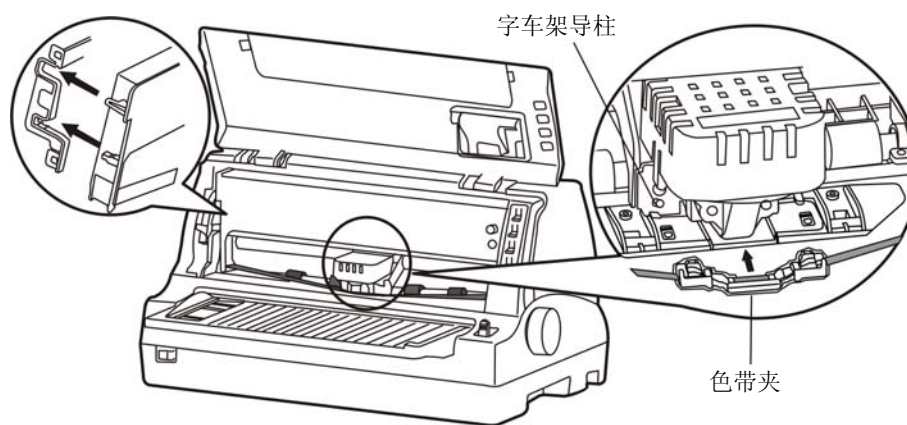

图 2-10 安装色带盒
5. 如图 2-10 所示，抓住色带盒的两边，使色带盒两边的卡扣对准打印机两侧的安装槽，稍用力向前推进，直到完全卡到位。然后将色带夹上的两个圆孔对准字车架上的两个导柱，按压到位。
6. 确保色带芯无皱折，再按照色带盒上箭头方向，转动色带盒旋钮，绷紧色带芯（如图 2-10 所示）。